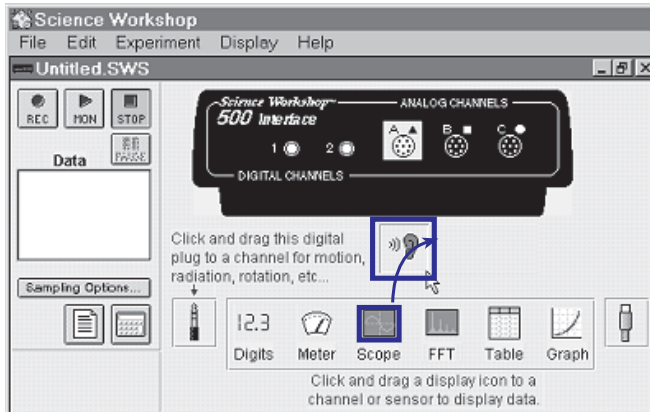

Рис. 4 Открытия окна отображения в программе *Science Workshop*.
- ④ Для открытия окна отображения, например осциллографа перетащите соответствующий значок на значок датчика звука (рис. 4).
- ① Для того, чтобы открыть окно калибровки аналогового датчика звука, дважды щелкните по значку датчика звука в окне «Experiment Setup» (Настройка эксперимента) (см. рис. 4).